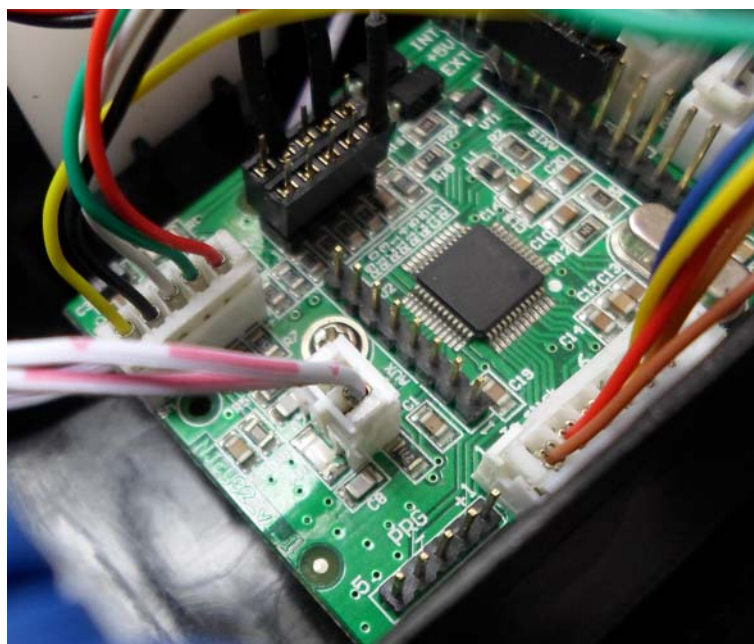

Рис. 1.5.
6. Подключите жгут светодиода к разъему на плате контроллера (рис. 1.5).